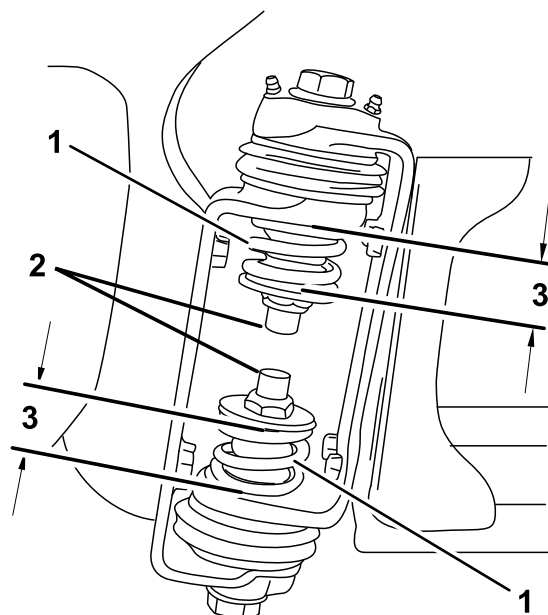

Figura 49
3. Na dobradiça da rampa, meça a compressão das molas superior e inferior enquanto as rampas estão na sua posição estendida (Figura 49).